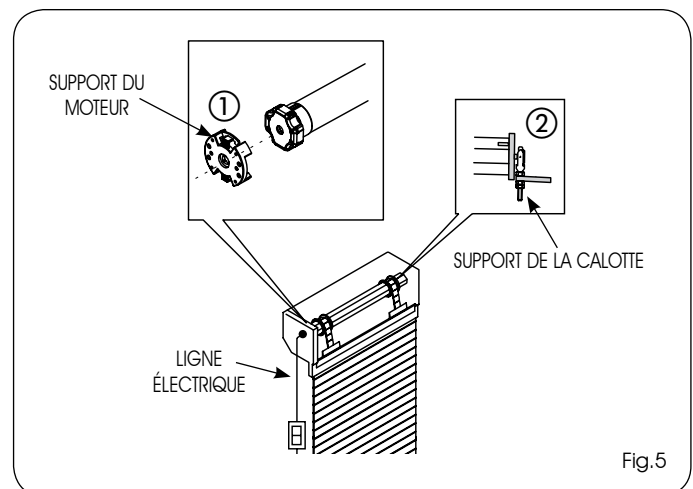

Fig.5
5) Introduire le rouleau motorisé, en exerçant une légère pression dans le support du moteur (Fig.5 réf.①), et sur le support de la calotte (Fig.5 réf.②), de manière à ce que les vis de réglage de fin de course soient accessibles.